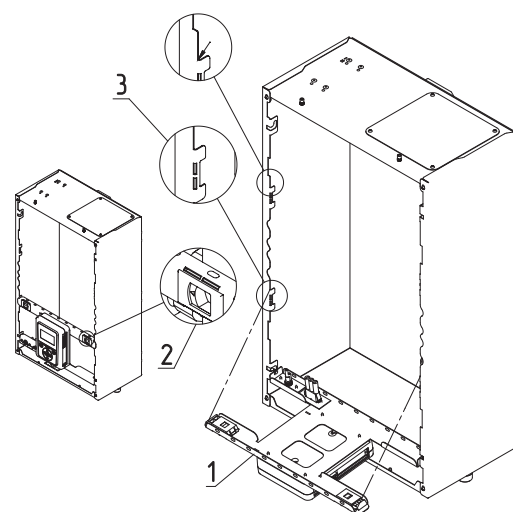

Рис. 14 Откидывание кронштейна
- Откинуть кронштейн для крепления пульта управления (Рис. 14, поз. 1);
- Отжать замки-защелки (Рис. 14, поз. 2) с двух сторон;
- Имеется возможность сменить положение кронштейна, достав его из пазов и закрепив в соответствующие пазы выше (Рис. 14, поз. 3).